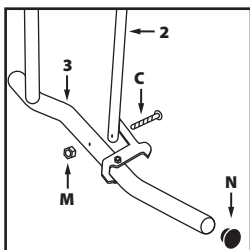

Fig. 4
- Sélectionnez les éléments **2** et **3**. Reliez la pièce **2** à la pièce **3**, à l'aide des fixations **C** et **M** (**Fig. 4**).